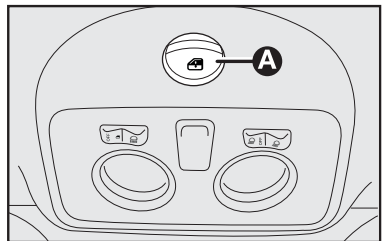

fig. 52
O funcionamento do teto solar apenas ocorre com a chave de ignição na posição **MAR**. Os comandos **A-fig. 52** próximos da luz interna dianteira comandam as funções de abertura/fechamento do teto solar.
Pressionar o interruptor **A-fig. 52** e mantê-lo pressionado, o painel de vidro do teto solar ficará na posição “spoiler”. Pressionar novamente o interruptor **A-fig. 52** e, agindo no comando por mais de meio segundo, se inicia o movimento do vidro do teto, que prossegue automaticamente até o fim de curso. O vidro do teto pode ser bloqueado numa posição intermediária agindo novamente no interruptor.
A partir da posição de abertura completa, puxar o interruptor **A-fig. 52** e, atuando no interruptor por mais de meio segundo, o vidro dianteiro do teto ficará automaticamente na posição “spoiler”. Puxar novamente o interruptor
A-fig. 52 e mantê-lo pressionado até o fechamento completo do painel. Se parar de pressionar o interruptor antes de completar o fechamento do teto, o painel de vidro do teto solar se posiciona na posição “spoiler”.
- pressionar o interruptor **A-fig. 52** na posição de fechamento;